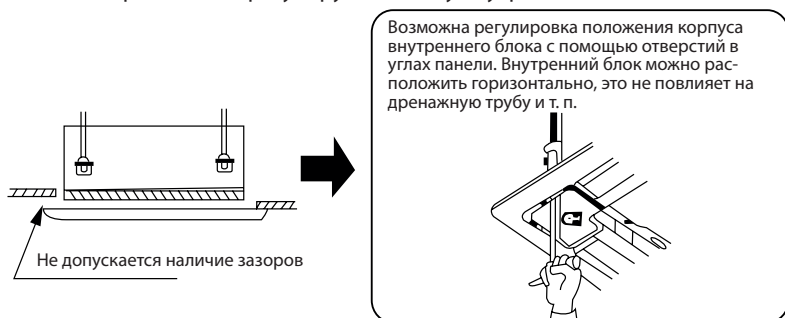

Рис. 33
3. Если после затяжки винтов между потолком и декоративной панелью все еще остается зазор, заново отрегулируйте высоту внутреннего блока (Рис. 33).